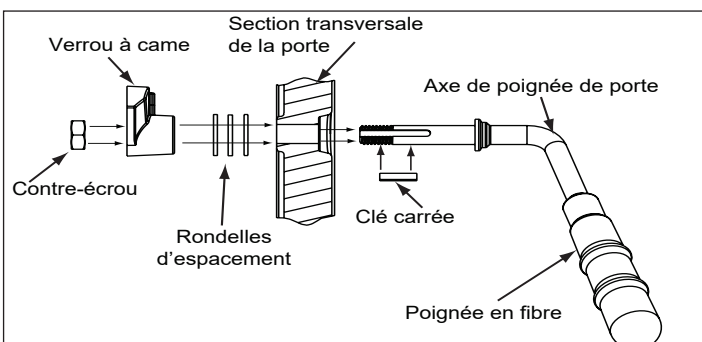

Figure 24.2 - Poignée de porte pour porte voûtée
7. Installez la poignée en la tournant dans le sens contraire des aiguilles d'une montre jusqu'à la position souhaitée sur la tige de la poignée de porte. **Figure 24.2**.